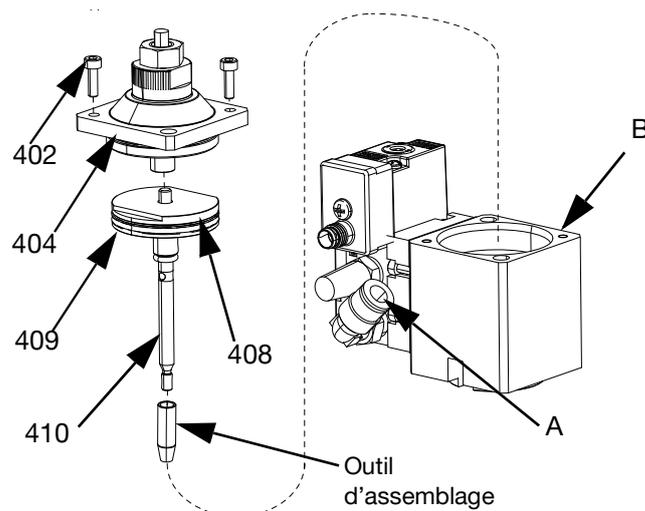

FIG. 23
4. Pour assembler la section d'air (B) sur des vannes avec des ensembles à système anti-goutte :
- a. Remplacez le joint torique du piston (408) s'il est rayé, coupé ou usé. Voir FIG. 23.
- b. Appliquez de la colle anaérobie bleue fournie sur les filets de la tige de piston (410).
- c. Enfilez la tige de piston (410) dans le piston (409).
- d. Placez les méplats du piston (409) dans un étau. Placez une clé Allen dans l'orifice de la tige de piston (410). Serrez au couple de 0,9-1,1 N•m. Placez l'écrou (417) sur la tige de piston et serrez au couple de 2,7-4,1 N•m.
- e. Insérez l'ensemble du piston avec l'outil d'assemblage installé à travers le joint torique en bas de la section d'air (B).